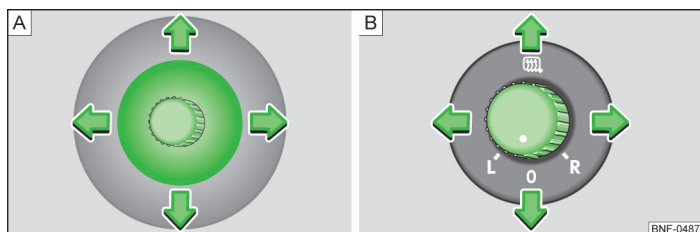

Fig. 35 I døren: Indstillingsknop til mekanisk sidespejl / Drejeknap til elektriske sidespejle
► Indstil spejlfladen til den ønskede position » Fig. 35 - [A] med indstillingsknappen. Spejlfladen bevæger sig på samme måde, som du bevæger indstillingsknappen.
► Drej drejeknappen til position  » Fig. 35 - [B].
► Drej drejeknappen til position L » Fig. 35 - [B]. Spejlfladen bevæger sig på samme måde, som du bevæger drejeknappen.